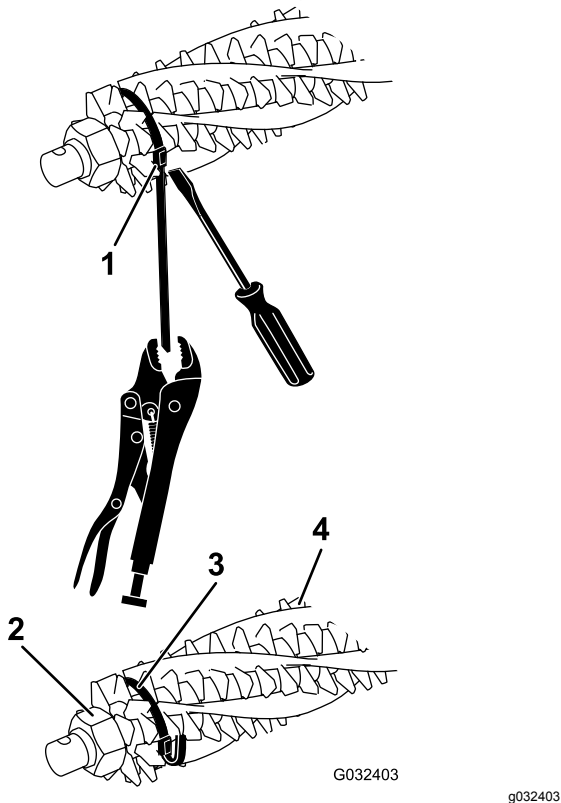
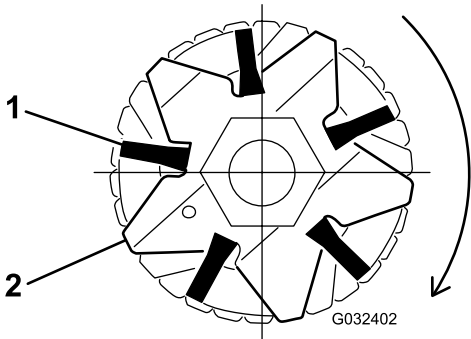

Figura 17
Figura 19
2. Desaperte as porcas de retenção da lâmina do rastelo em cada extremidade do eixo do rastelo (Figura 17).
4. Verifique se as escovas estão colocadas nas ranhuras das lâminas do rastelo (Figura 17 e Figura 19).
5. Envolver, sem apertar, as fitas, como se mostra na Figura 17, em torno do eixo e das escovas do cilindro do rastelo inserindo as fitas nas ranhuras das escovas Figura 19.
Nota: Se as escovas da vassoura não estiverem colocadas corretamente nas ranhuras das lâminas, desaperte os parafusos de retenção da lâmina do rastelo em cada extremidade do eixo do rastelo, posicione as escovas da vassoura corretamente nas ranhuras das lâminas e aperte os parafusos de retenção da lâmina do rastelo (Figura 17).
7. Enquanto faz pressão com uma chave de fendas contra a fivela da fita, fixe a fita com um alicate e pressione bem as fitas até ficarem presas nas ranhuras das escovas (Figura 17).